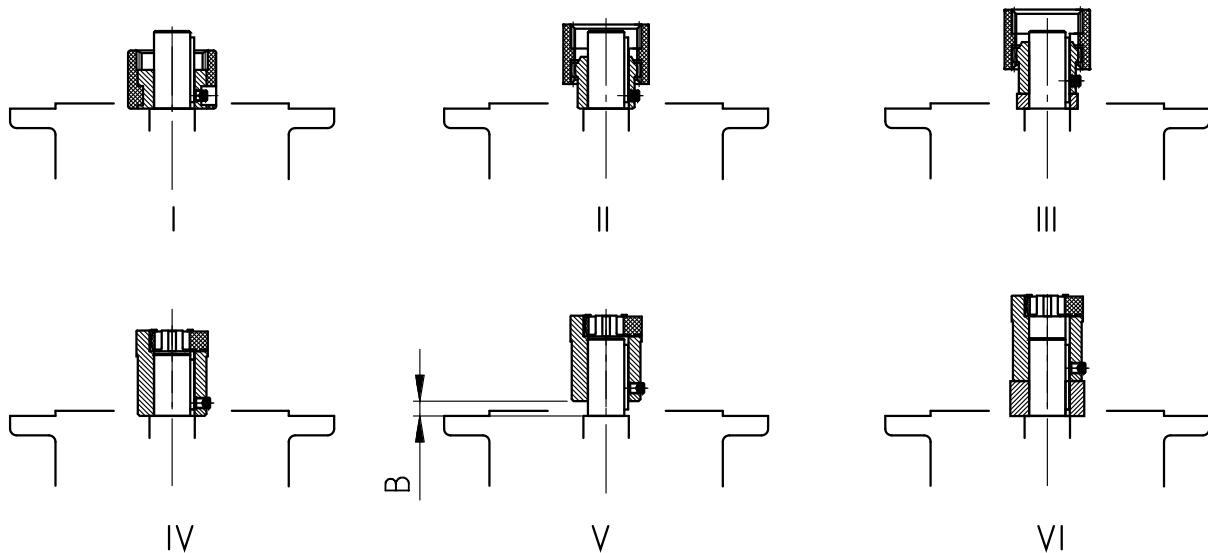

図 15: さまざまなカップリング構造におけるカップリングのモータシャフトへの取り付け
3. カップリングハーフをモータシャフト上に取り付け、モータの平行キーがカップリングハーフの溝の中にかみ合うようにします。モータメーカーの指示に従って、カップリングハーフを締め付けます。標準ヘリカルギヤユニットでは、カップリングハーフとカラーの間の寸法 B に注意してください（"図 15"を参照）。一部の NEMA アダプタでは、貼り付けられているラベルに記載の指示に従ってカップリングの位置を調整してください。
4. 同梱の平行キー ("図 15: さまざまなカップリング構造におけるカップリングのモータシャフトへの取り付け"を参照) を取り付けます。
8. モータをアダプタに取り付けます。その際、付属のクラウンギヤまたは添付のギヤスリープも取り付けます (図 15: さまざまなカップリング構造におけるカップリングのモータシャフトへの取り付けを参照)。アダプタ AN360TC および AN400TC では、最初にアダプタフランジをモータに固定してから、モータをアダプタにネジで止めます。